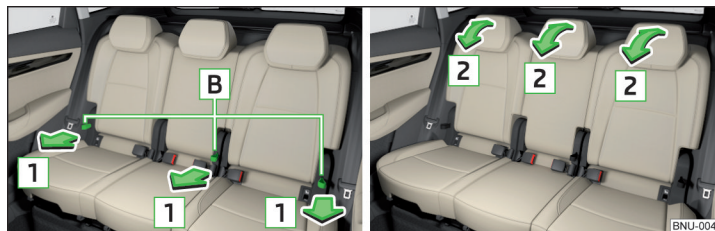

Abb. 81 Neigung der Sitzlehne einstellen
- › An der Schlaufe **B** in Pfeilrichtung **1** ziehen » Abb. 81 und die Sitzlehne in Pfeilrichtung **2** drücken. Die Verriegelung muss hörbar einrasten.